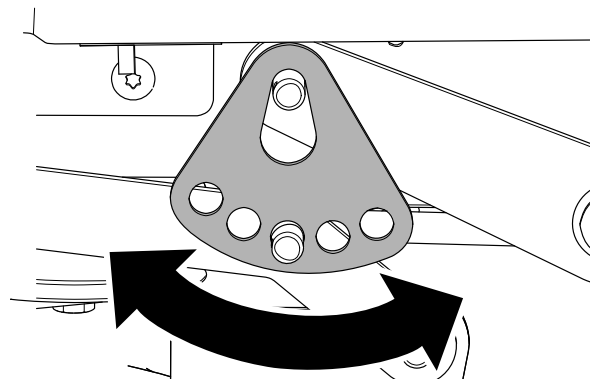

**Figura 64**
6. Retire la chaveta y la arandela del pasador inferior del brazo de elevación (Figura 64).